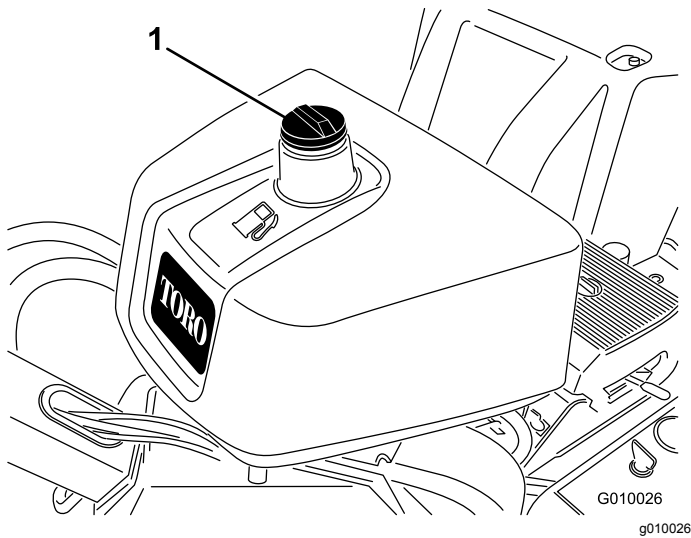

Bild 17
2. Reinigen Sie den Bereich um den Tankdeckel und nehmen Sie den Deckel ab (Bild 17).